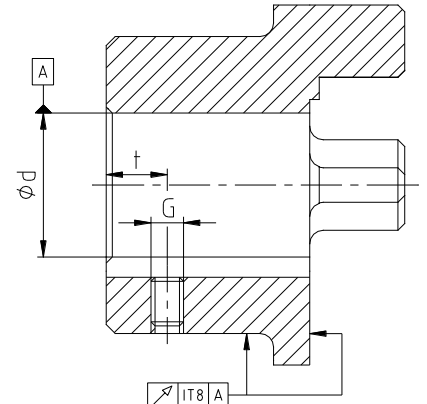

Fig. 5 : Concentricité et perpendicularité
- Si le client réalise l'alésage du moyeu, il faut qu'il respecte précisément concentricité et perpendicularité (fig. 5).